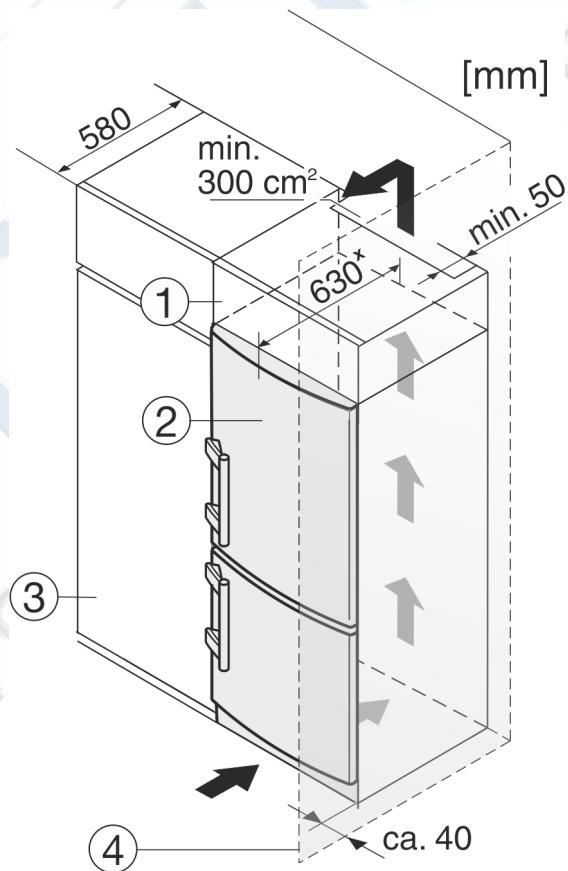

Fig. 12
(1) Дополнительный шкафчик
(2) Устройство
(3) Кухонный шкаф
(4) Стенка
Устройство может быть окружено предметами кухонной обстановки. Чтобы уравнять устройство *Fig. 12 (2)* по высоте с кухонной стенкой, можно установить над устройством соответствующий дополнительный шкафчик *Fig. 12 (1)*.
При комбинировании с кухонными шкафами (глубина макс. 580 мм) устройство можно установить непосредственно рядом с кухонным шкафом *Fig. 12 (3)*. Устройство выступает сбоку на 34 мм^х и по центру на 50 мм^х относительно передней стенки кухонного шкафа.
Если устройство установлено на шарнирах у стены *Fig. 12 (4)*, то расстояние между устройством и стеной должно быть не менее 40 мм. Настолько выступает ручка при открытой дверце.